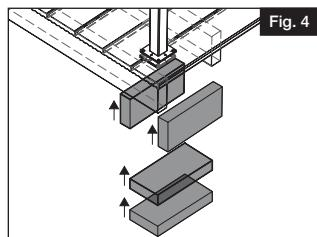

Fig. 4
- Debajo de los lugares donde se instalarán los postes, instalar al menos dos bloques de 2"x8" utilizando al menos tres tornillos de plataforma #10 de 3 1/2" que penetran por las viguetas a una profundidad mínima de 1 1/2" en los bloques (se venden por separado) (Fig. 4 y 5).
Deslice la cubierta del canal inferior en cada extremo del travesaño inferior (Fig. 4). Esta pieza mantendrá el panel decorativo centrado, además de cubrir el canal no utilizado cerca del poste.